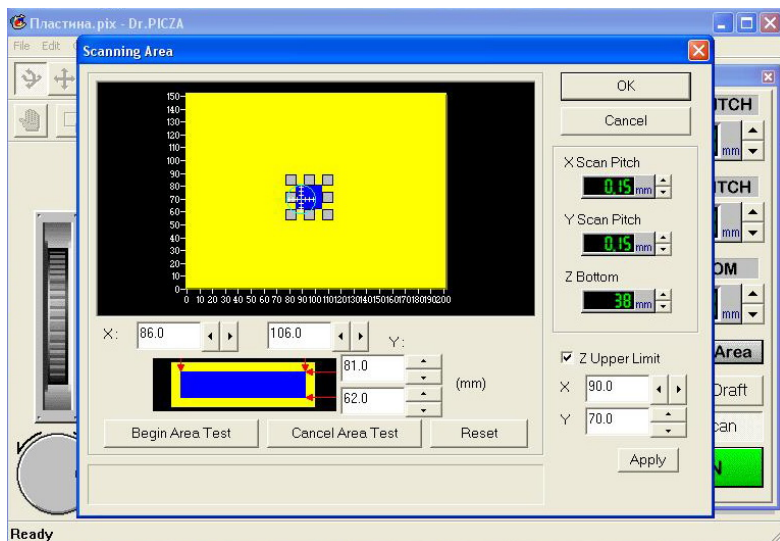

Рис. 2.2. Окно «Scanning Area»
- Scanning Area – окно настройки площади сканирования (рис. 2.2);
Перед началом работы для повышения производительности процесса необходимо как можно точнее настроить область сканирования путем ввода координат точек по осям X и Y либо перемещая маркеры при помощи мыши (рис. 2.2).